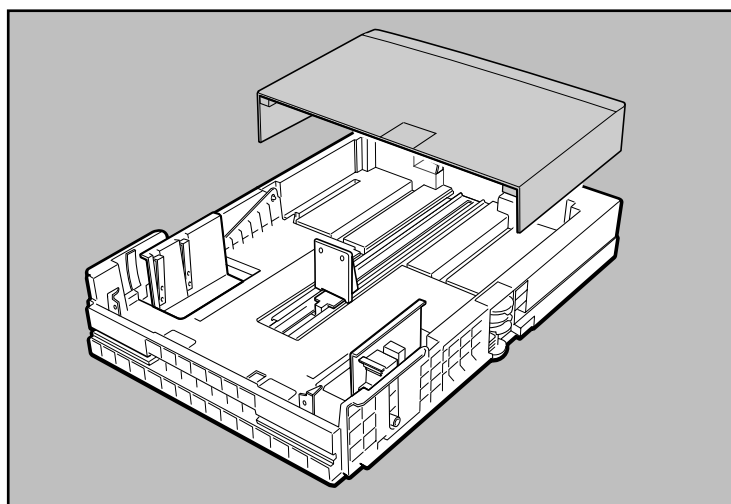

Fig. 2.17 Rimuovere la copertura del cassetto
2. Mettere il cassetto su una superficie piana e togliere la copertura del cassetto (fig. 2.17).